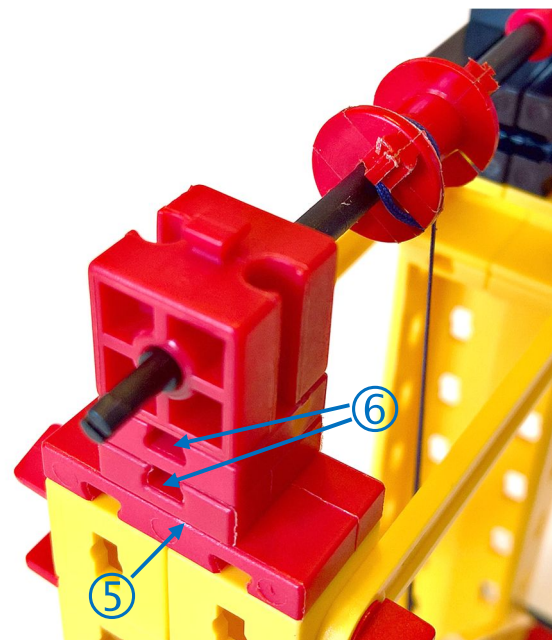

Abb. 5: Zweite Lagerung der Achse
6. Der BS15 mit Bohrung auf der anderen Seite der Achse sitzt ganz genau an der richtigen Position: In der Höhe sitzen zwischen ihm und den Statikträgern genau die 15 mm, die beim Powermotor durch die BS15 entstehen: Ein Baustein  $15 \cdot 30 \cdot 5$  mit drei Nuten und zwei Bausteine 5 ergeben genau die richtige Höhe (⑤ in Abb. 5).
8. Der BS15 mit Bohrung kann auch nicht seitlich verrutschen, weil die Nuten der BS5 sorgfältig parallel zur Achse ausgerichtet sind (© in Abb. 5). In Längsrichtung der Achse hat dieser Baustein nie Kräfte aufzunehmen, aber in Querrichtung könnte das schon passieren. Wenn wir Bausteine so einsetzen, dass die Kräfte, die auf sie wirken, quer zu ihren Nuten verlaufen, kann der darin steckende Zapfen vom nächsten Baustein also nicht verrutschen.